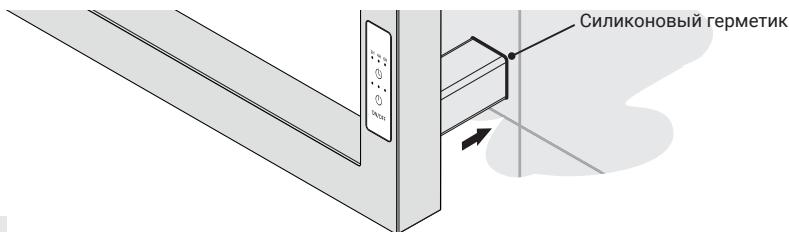

Рис.15
- 4.3.9. Для повышения степени защиты произвести герметизацию шва силиконовым герметиком с левой и правой стороны по контуру прымыкания модуля скрытого подключения и стены (рис. 15).